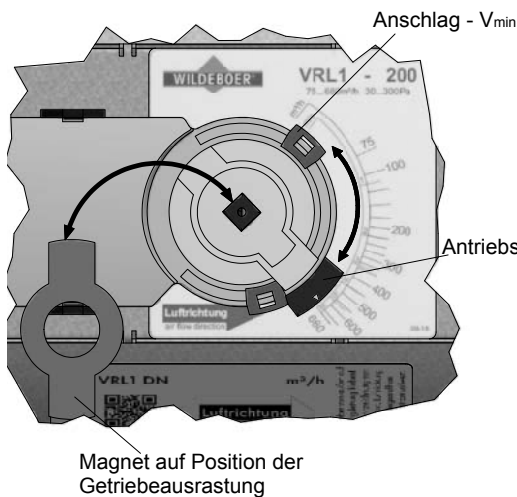

Abb. 12
- Antriebsadapter mit Hilfe der magnetischen Getriebeausrastung in Richtung Anschlag für V_{min} bringen (Abb. 12).